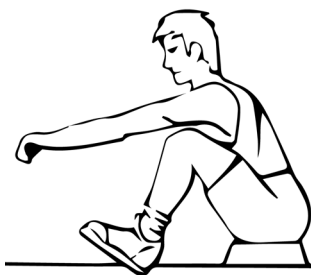

Fig. 1
2. Colóquese en posición inicial e inclínese hacia delante con los brazos extendidos y las rodillas dobladas (fig. 1).